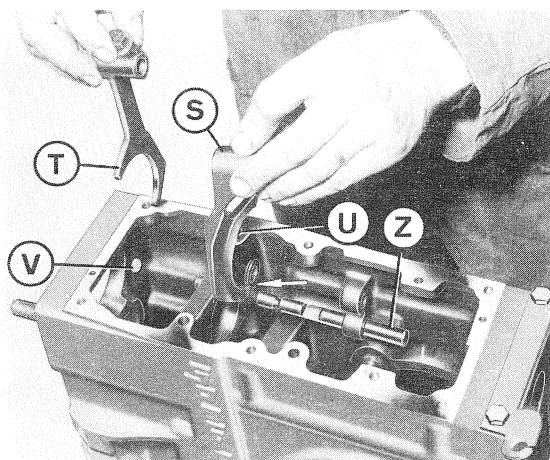

Fig. 16
- 7) Estrarre la forcella comando ingranaggio di riduzione **S** e la forcella comando ingranaggio presa di forza inferiore **T** (vedi fig. 16). Capovolgere il carter in modo tale che fuoriesca il grano impedimento retromarcia situato nel foro **U** del carter, all'altezza della freccia situata in fig. 16. Togliere il gommino **V** e sfilare l'asta comando presa di forza inferiore **Z** facendola passare per il foro lasciato dal suddetto gommino (vedi fig. 16).
- All'operazione **n. 7** ricordarsi, dopo aver montato l'asta comando presa di forza inferiore **Z** (fig. 16), di montare le due forcelle **S** e **T** (fig. 16) e di mettere il grano impedimento retromarcia nella sede indicata dalla freccia in fig. 16 introducendolo dal foro **U** (fig. 16).